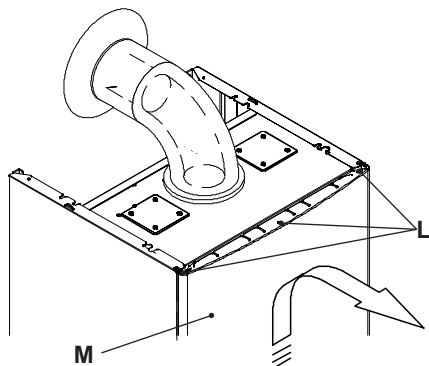

Figura 5.23
- Togliere il pannello frontale della caldaia come illustrato. Togliere le viti L. Rimuovere il pannello frontale M spostandolo verso l'alto in modo da liberarlo dai ganci inferiori Figura 5.23.